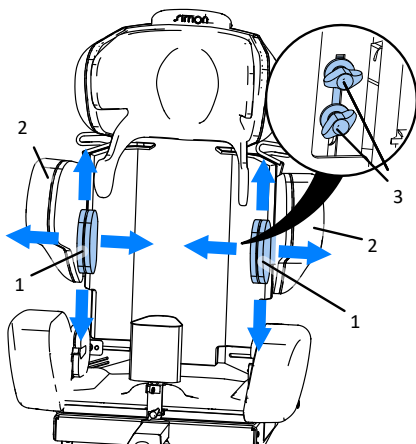

Abb. 18
11.3 Einstellung der seitlichen Stützen (Abb.18)